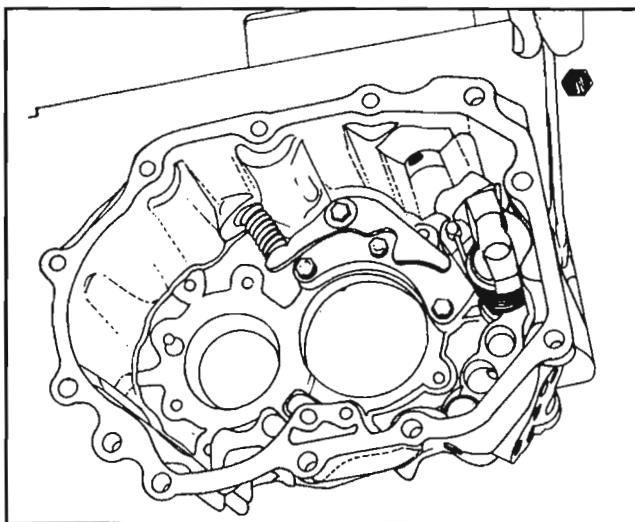

Fig. 93
Coloque el cojinete de la palanca (98) encima del muelle de torsión y apriete el tornillo (99) con la arandela rectificada (101) y la arandela de muelle (100) en la carcasa. *Fig. 93*